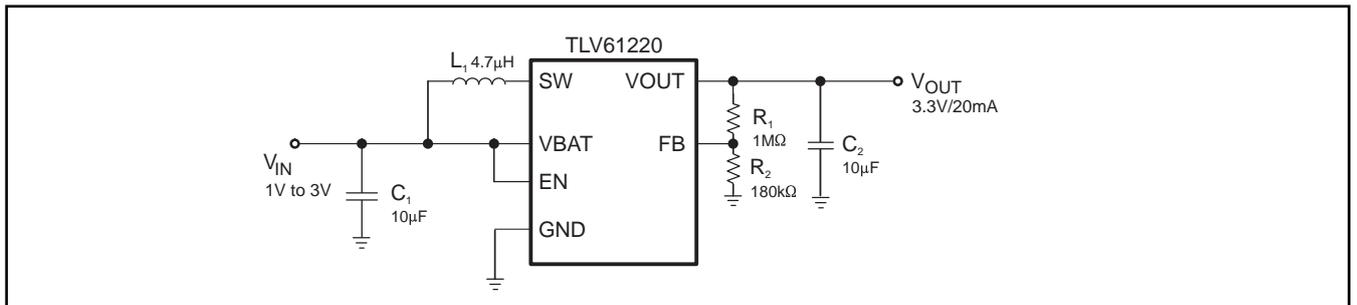

図 16. 可変出力電圧製品の標準アプリケーション回路
外部に抵抗デバイダを使用して出力電圧を調整します。抵抗デバイダは、図16に示すように、VOUT、FBおよびGNDの間に接続する必要があります。出力電圧が適切にレギュレーションされた場合、可変電圧製品のFBピンの標準電圧値は500mVとなります。出力電圧の推奨最大値は5.5Vです。抵抗デバイダを流れる電流は、FBピンに流れ込む電流の約100倍となる必要があります。FBピンへの電流の標準値は0.01μAであり、FBとGNDの間の抵抗R₂にかかる電圧は標準で500mVです。この2つの値に基づき、デバイダ電流を1μA以上に設定するために、R₂の推奨値は500kΩ以下となります。VOUTとFBの間に接続される抵抗R₁の値は、必要とされる出力電圧 (V_{OUT}) に従って、式 (1) で計算できます。